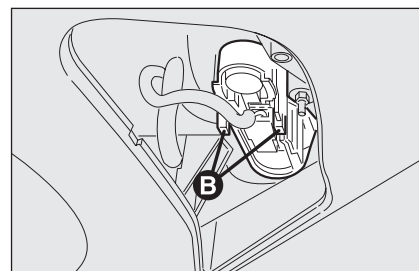

fig. 32
- ☐ saque el grupo portalámpara interviniendo en las lengüetas de fijación **B-fig. 32**;
- ☐ vuelva a colocar el grupo portalámparas fijándolo correctamente en su posición mediante las lengüetas de fijación **B-fig. 32**;